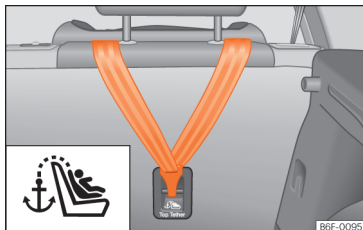

Fig. 29 Parte posterior dos bancos traseiros: argolas de fixação para o cinto Top Tether.
- Deslize a corcova e fixe-a corretamente na fixação da parte posterior do encosto »» Fig. 29.